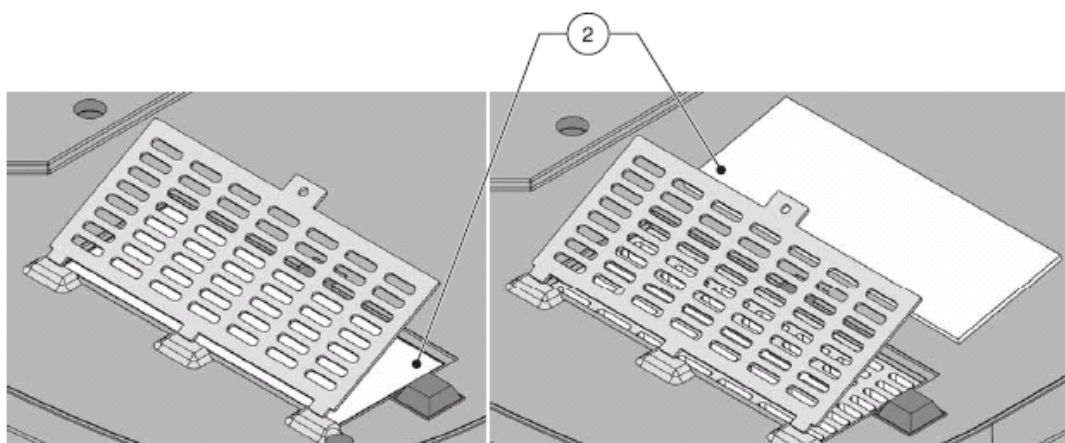

图7 更换滤网
4. 取出旧的滤网，换上新滤网（Cat. No. A23766）（第104页图7）。